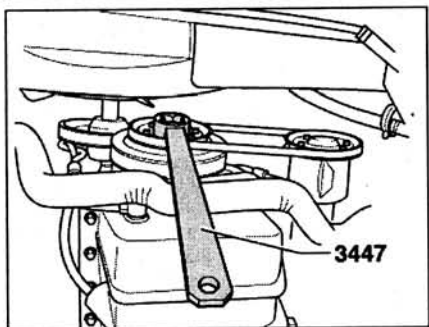

Рис. 3.39. Прокрутите коленчатый вал с помощью ключа 3447.
4. Прокрутите коленчатый вал с помощью ключа 3447 (рис. 3.39).